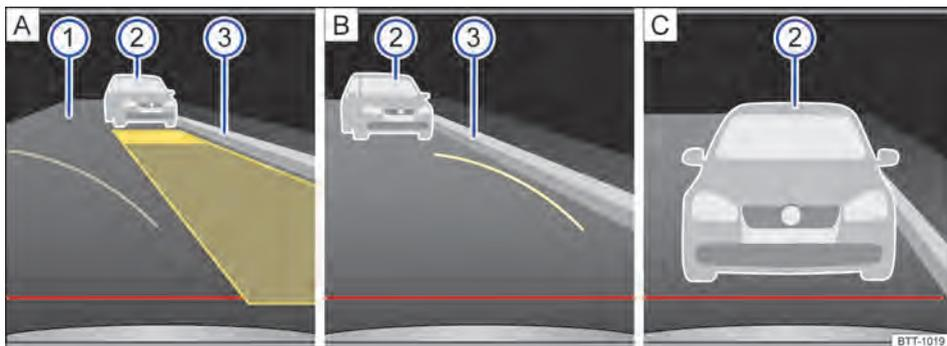

Fig. 164 Exibição do display do rádio ou do sistema de navegação: câmera de marcha a ré, modo 2 ligado.
Legenda para a representação esquemática Fig. 164:
| 6. | Se necessário, corrigir a posição o veículo, de modo que a superfície de auxílio amarela exibida coincida com a limitação lateral ③ da vaga selecionada (por exemplo, meio-fio) e termine antes de uma limitação traseira ②, por exemplo, um veículo que está estacionando ⇒ Fig. 164 A . |